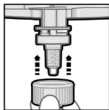
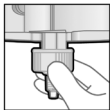

Fig. 3
Fig. 4.1
5. Se a ponta misturadora estiver corretamente posicionada (Fig. 3), empurre o anel de fixação até enconstar na ponta misturadora e gire-o para a direita (1/4 de volta) até estar seguramente travado (Fig. 4.1, 4.2, 5)